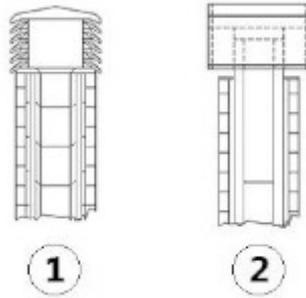

Fig. 8 - Extremos de chimenea antiviento
- AK. Controlar rigurosamente que haya sido instalada una cumbre o sombrero anti viento **Fig. 8** según las normas vigentes. Del terminal, cumbre o sombrero adecuado dependerá en gran medida la correcta evacuación de los humos y previene muchos problemas de instalación.